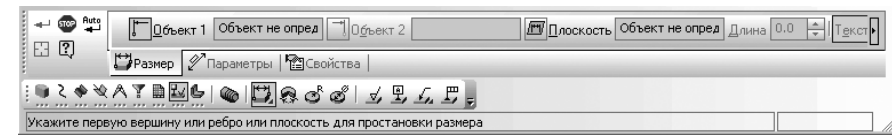

Рис. 3.135. Панель свойств: Линейный размер, Компактная панель
- щелкните в **Компактной панели** в режиме создания модели по кнопке переключателю **Элементы оформления**, а затем в появившейся панели инструментов по кнопке **Линейный размер**. Появится **Панель свойств: Линейный размер** рис. 3.135. В строке сообщений появится подсказка: **Укажите первую вершину или ребро или плоскость для простановки размера**;